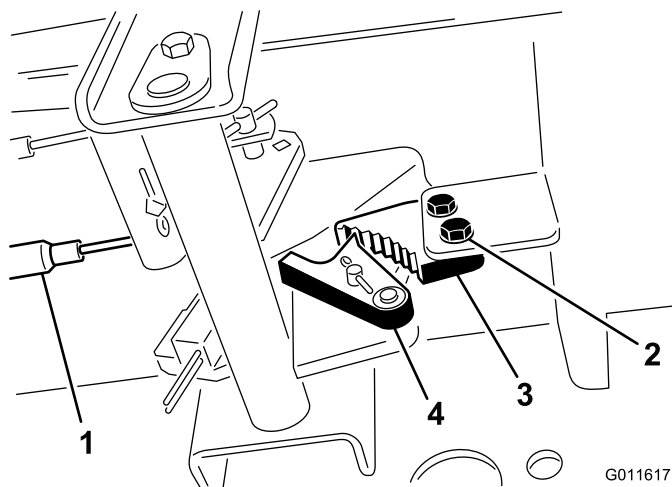

Рисунок 45
1. Ослабьте два винта крепления защелки стояночного тормоза к раме (Рисунок 45).
2. Нажмите педаль тормоза вперед, пока углубление тормоза не войдет полностью в зацепление с защелкой тормоза (Рисунок 45).